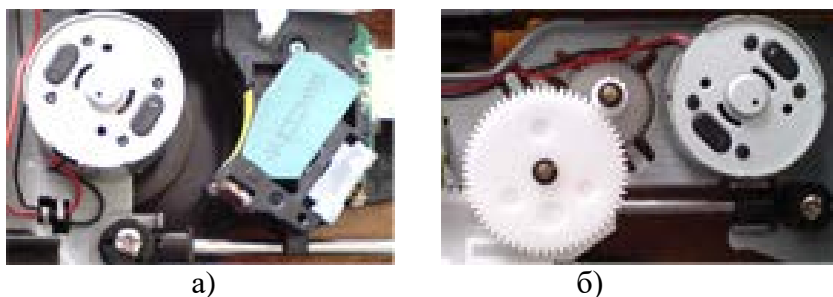

Рисунок 4 –Двигуни приводу програвача CD/DVD: а) двигун приводу шпинделя, б) двигун приводу оптичного блоку
- з двигуна приводу шпинделя, який обертає лазерний диск (велика кількість несправностей пов'язана з ним) (рис.4, а);
- з приводу оптичного блоку, який відповідає за позиціювання лазерної головки вздовж диска (дуже рідко виходить з ладу) (рис. 4, б);